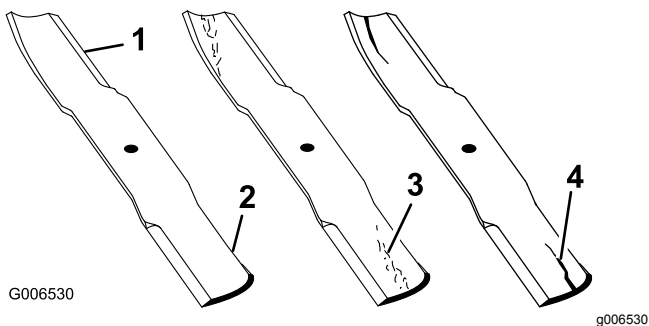

Figure 108
1. Examinez le tranchant des lames (Figure 108).
4. Remplacez immédiatement toute lame fendue, usée ou qui présente une entaille (Figure 108).